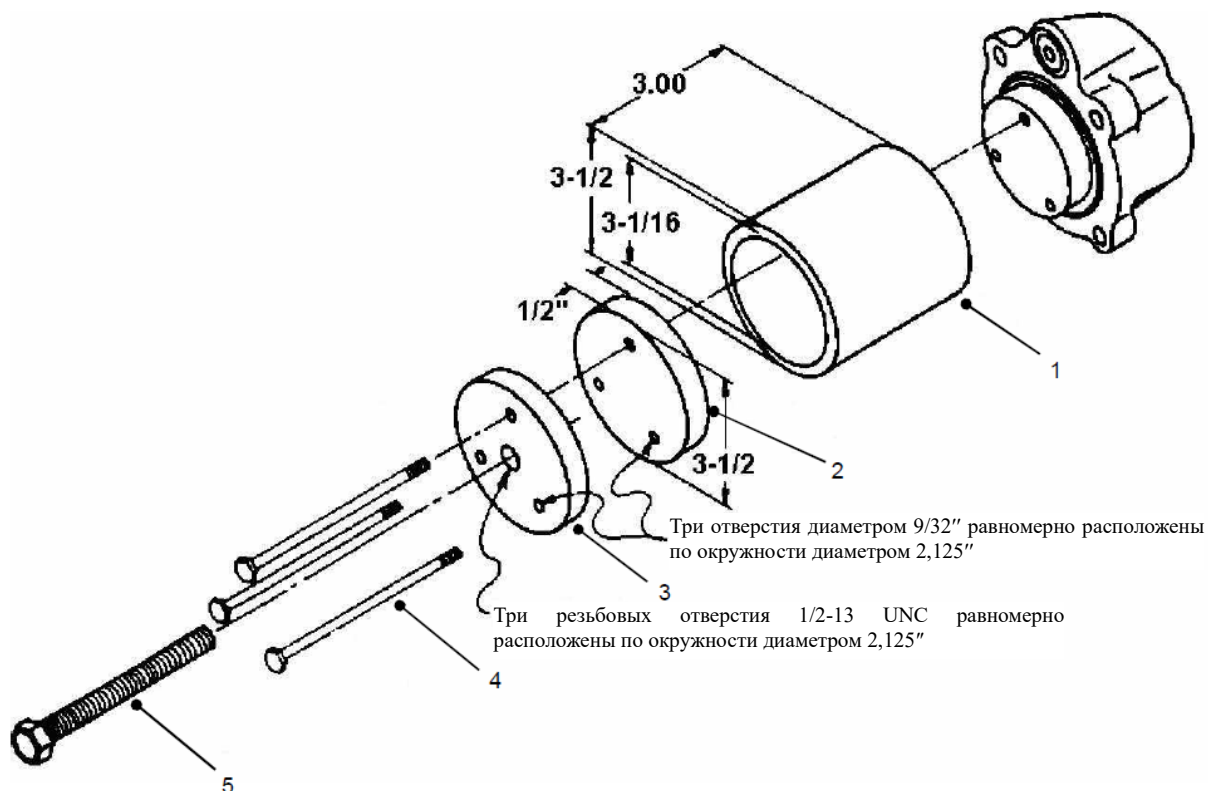

Рис. 4. Приспособление для демонтажа поршня
2. Оказывать давление на корпус поршня, чтобы оторвать поршень от регулировочной втулки (10). Рекомендуется установить С-образные зажимы по обе стороны поршня и их зафиксировать, пусть поршень медленно оторвет от корпуса поршня вслед за повышением давления.
ПРИМЕЧАНИЕ: Извлечение поршня может производиться с помощью инструмента (рис. 4). Если используется поршневой съемник, то следует заранее снять перегородка (15) с поршня, выполнить шаг 3.
3. В случае обнаружения повреждения перегородки (15), следует ее заменить, снять 3 болта крепления, извлечь перегородку из поршня.